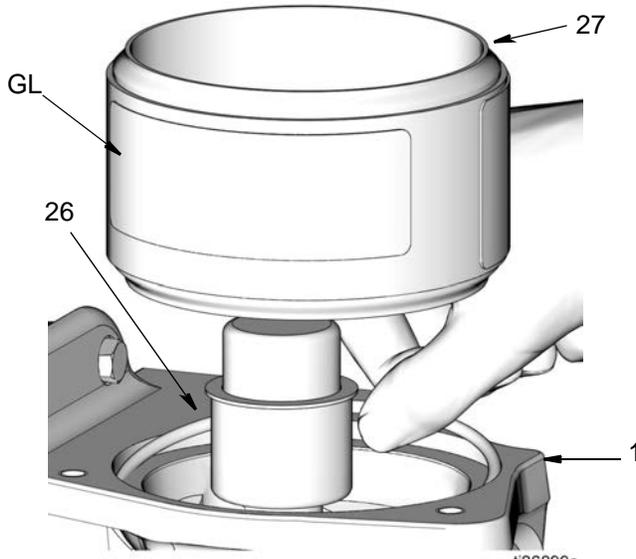

图 54
10. 在 O 形圈 (26) 上抹上薄薄一层滑脂。将 O 形圈 (26) 安装在泵底座 (1) 的沟槽中, 如图 54 所示。
11. 将液箱 (27) 安装在泵底座 (1) 中, Graco 标牌 (GL) 朝向泵底座的正面, 如图 54 所示。小心不要挤压或移动 O 形圈。